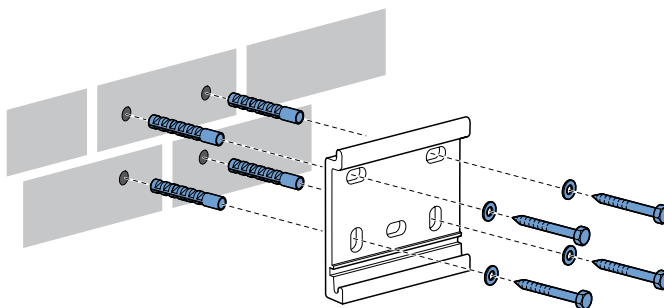

fig. 1.2 Fixation des appuis muraux
Voir figure 1.2.
Forez les trous de montage. Nous recommandons d'utiliser un foret à béton de 14 mm si le mur est en béton ou en briques. Employez des chevilles et des boulons appropriés de bonne qualité. Fixez les appuis muraux (A) et le(s) support(s) central(aux) éventuel(s) (B) et serrez solidement les boulons. Voir figure 1.2.